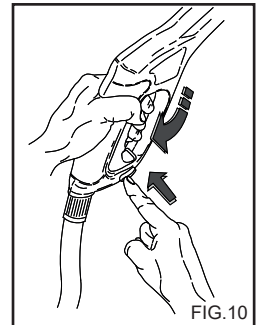

FIG.10
- Quando l'idropulitrice non viene utilizzata chiudere il dispositivo di sicurezza dell'impugnatura. (fig.10)